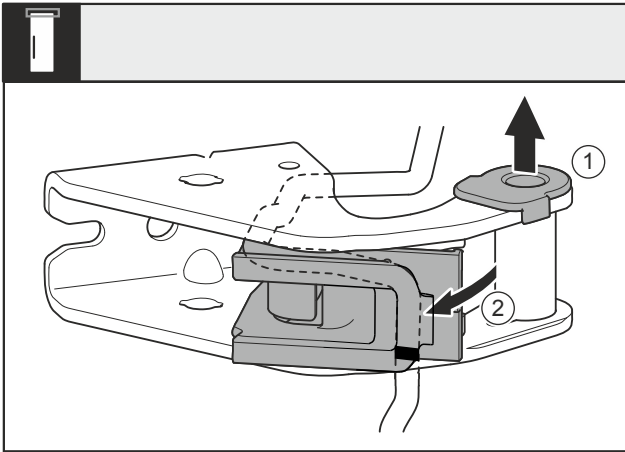

Fig. 26
- ▶ Витягніть із напрямної опорну втулку Fig. 26 (1).
- ▶ Поверніть вбік тримач кабелю Fig. 26 (2).